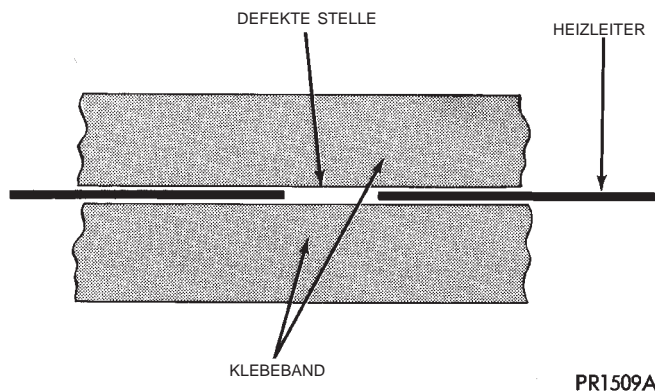

Abb. 3 Heizleiter instandsetzen — Typisch
(1) Den instandzusetzenden Bereich abkleben, so daß der Kleber leicht aufgetragen werden kann. Den Kleber zu beiden Seiten der Unterbrechung auftragen (Abb. 3).